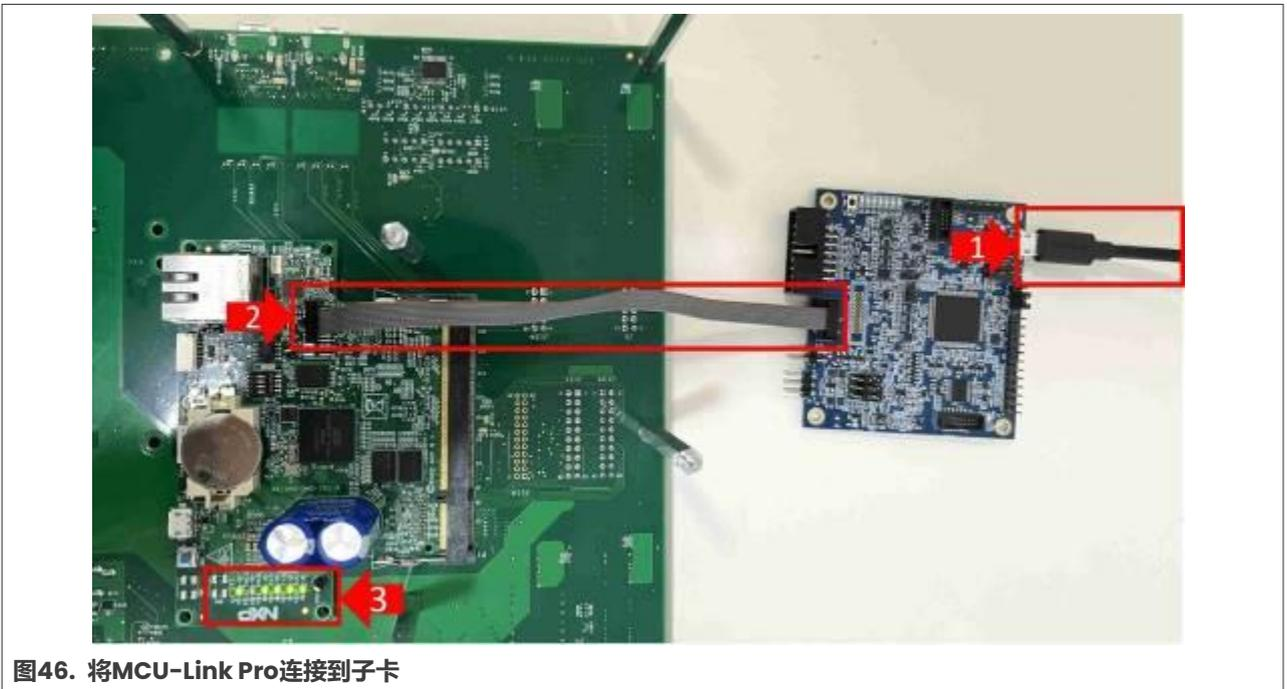

图46. 将MCU-Link Pro连接到子卡
- 如图46所示，将MCU-Link Pro调试探头连接到系统：